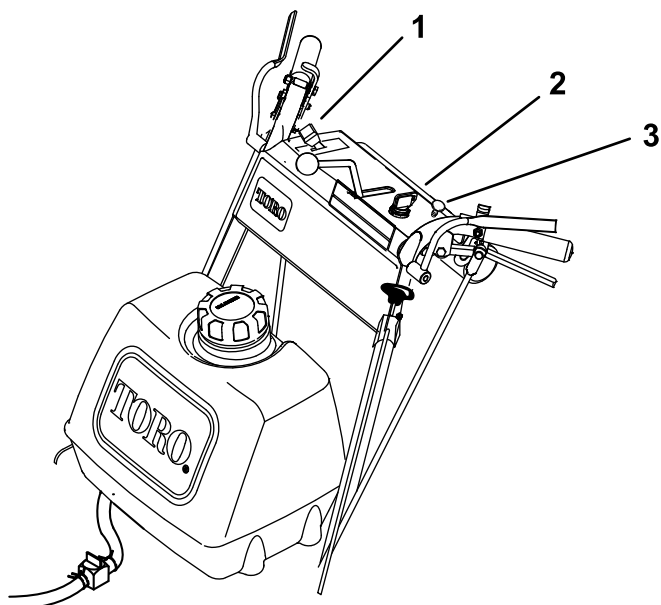

Figure 9
11. Désengagez le starter quand le moteur est chaud (Figure 9).
2. Réglez la commande d'accélérateur en BAS RÉGIME (Figure 9).